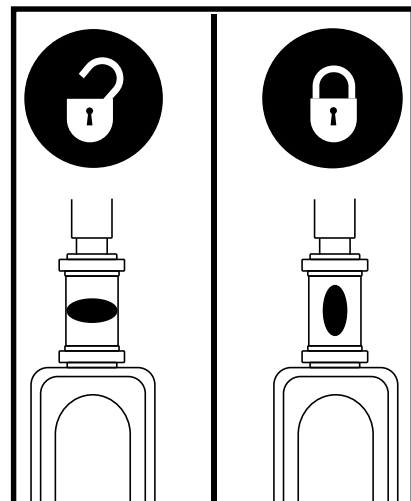

Figura 32. Bloccasterzo
2. Bloccare il manubrio in posizione diritta in avanti spingendo la manopola di blocco del manubrio e ruotandola in senso orario di 90°. **Vedere figura 32.** La ruota anteriore deve essere rivolta in avanti per bloccare il manubrio.
1. Estrarre la chiave dall'apposito interruttore e bloccare il manubrio in posizione diritta in avanti spingendo la manopola di blocco del manubrio e ruotandola in senso orario di 90°. **Vedere figura 32.** La ruota anteriore deve essere rivolta in avanti per bloccare il manubrio.
6. Sbloccare la ruota anteriore ruotando il manubrio di 90° in senso antiorario. **Vedere figura 32.**